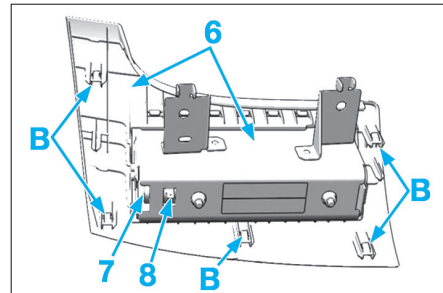

Fig. 13
• Décliper l'ensemble (6) en (B) (Fig.13).